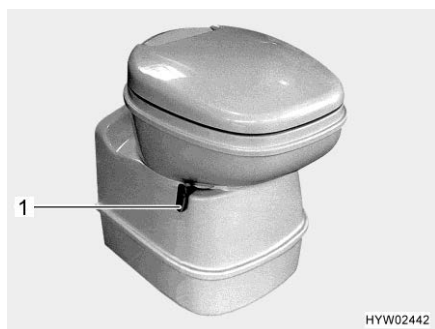

Bild 180 Thetford-toalettskål, svängbar
- Öppna spjället på Thetford-toaletten före spolning. Skjut för detta spjällspaken (Bild 180,1) moturs.